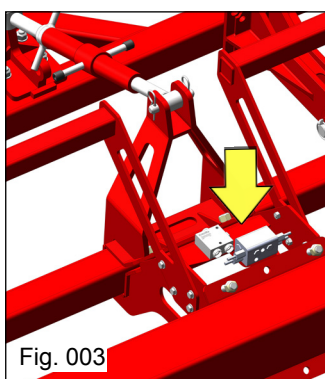

Fig. 003
- Válvula de alívio incorporada (Fig. 003);